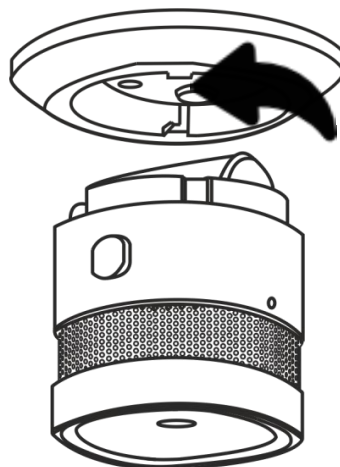

Рисунок 7: Отсоединение монтажного кронштейна от корпуса датчика дыма
3. Отсоединить монтажный кронштейн, повернув его против часовой стрелки, как указано на рис. 7.